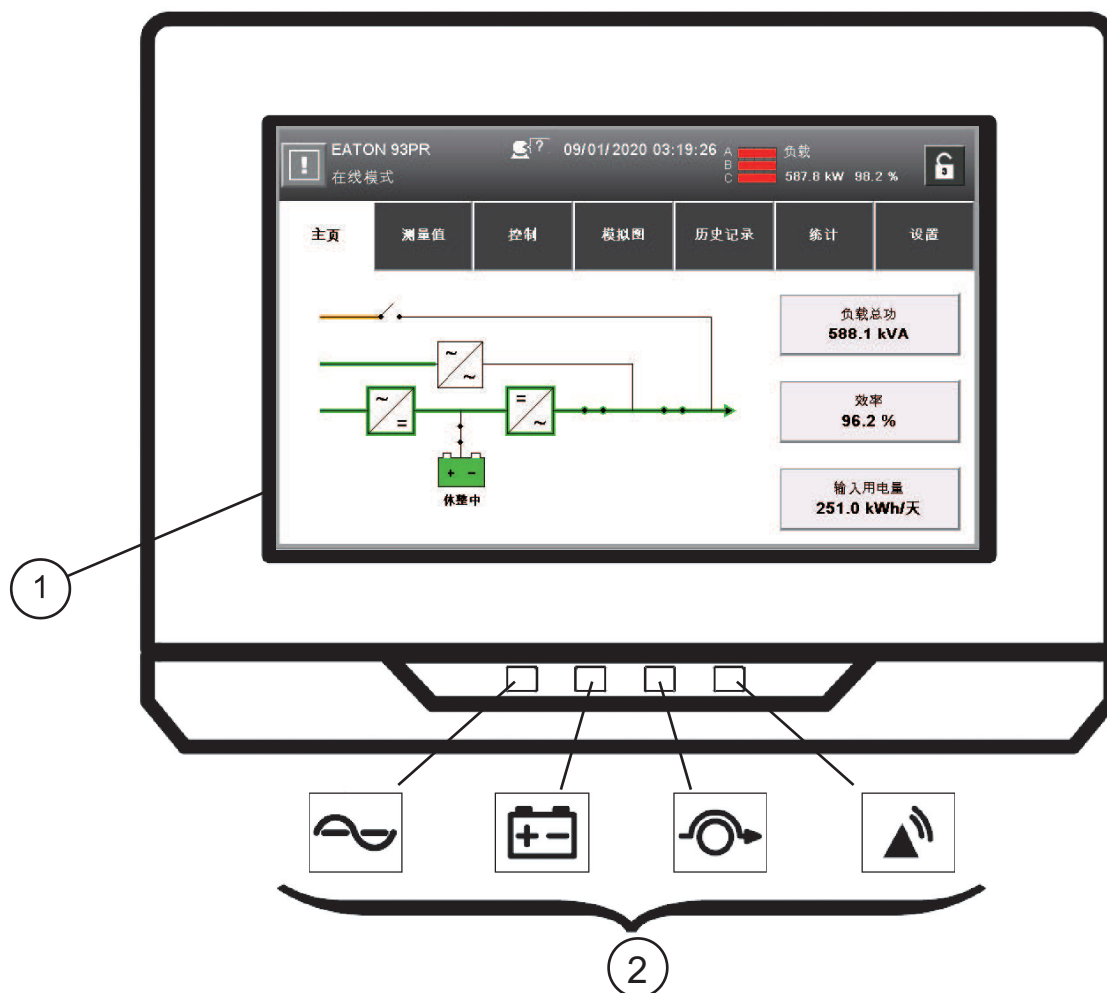

图6-2：UPS彩色触摸屏控制面板
| UPS 状态 | ①: UPS状态指示灯条 | ②: UPS状态指示(详细位置请参见图6-2) | ③: UPM 状态指示灯            |